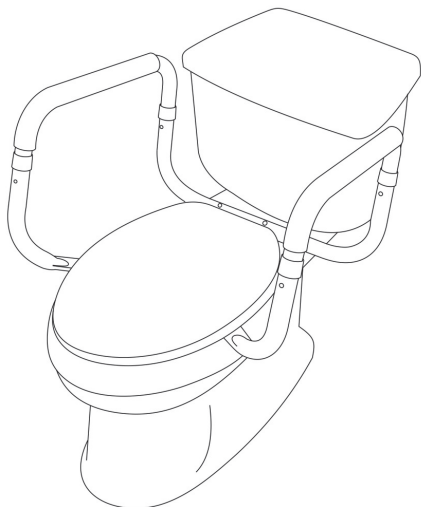

Figura 5
6. Coloque las tapas de hule debajo del asiento del inodoro. El peso del usuario asegurará el armazón en su lugar. (Figura 5)